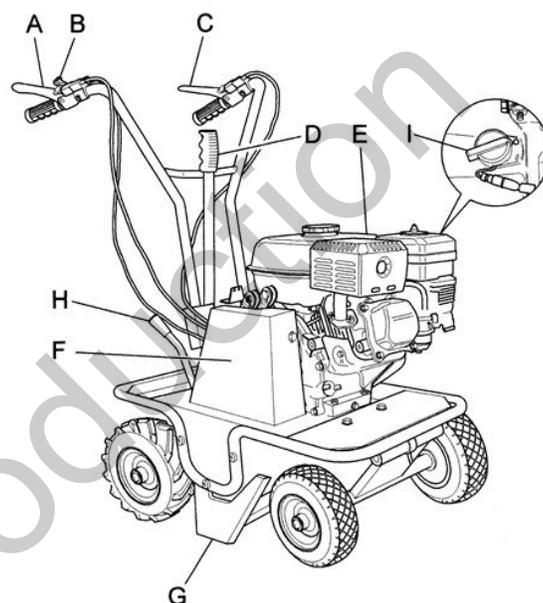
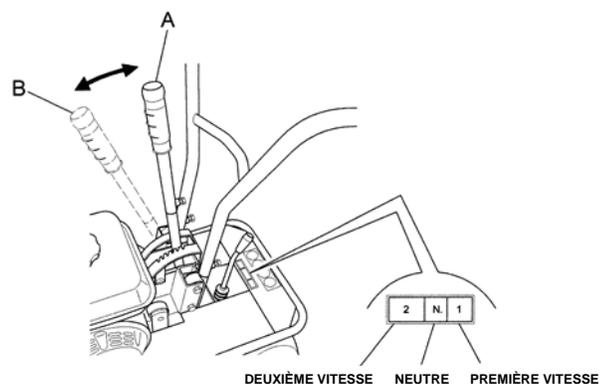

Fig. 1
Fig. 2
Ce levier sert à ajuster la hauteur de coupe selon le type de terrain et l'épaisseur du gazon à couper. (Fig.2 Ref. A)
La coque (Fig. 1, ref. F) empêche tout contact avec les pièces en mouvement de la machine. Il est strictement interdit de faire fonctionner l'appareil sans la coque.
**AVERTISSEMENT : Choisir la vitesse seulement après avoir désactivé l'embrayage d'avancement en relâchant le levier correspondant (fig. 1, ref. C).**
1. Mettre le levier de vitesse (fig.2) à la première vitesse
2. Activer le contrôle de la lame avec le levier correspondant (Fig. 1, ref. A)
3. Pour déplacer l'appareil, accélérer et activer l'embrayage d'avancement à l'aide du levier correspondant (Fig. 1, ref. C).
4. Pour choisir une autre vitesse, l'embrayage d'avancement et l'embrayage de la lame doivent avoir été désactivés en relâchant leurs leviers (Fig. 1, ref. C et Fig. 1, ref. A). Choisir ensuite la position AVANT souhaitée (fig. 2) à l'aide du levier de vitesse (Fig. 2), réactiver ensuite le levier de contrôle de l'embrayage d'avancement (Fig. 1, ref. C) pour remettre l'appareil en mouvement.
5. Pour immobiliser la lame, relâcher le levier correspondant (Fig. 1 ref. A)
6. Pour interrompre le mouvement avant de l'appareil, relâcher le levier correspondant (Fig.1, ref. C), éteindre ensuite le moteur en mettant l'interrupteur en position (O) tel qu'illustré sur la figure 1, ref. I.
2) Au départ, il est recommandé de régler l'appareil à une hauteur de coupe relativement élevée (à l'aide du levier correspondant ; figure 2, ref. A), et de l'abaisser graduellement selon les conditions.
3) Embrayer la lame (Fig. 1, ref. A) seulement après avoir mis l'appareil en marche et activé les vitesses.
4) Avant d'embrayer la lame (Fig. 1, ref. A), déplacer progressivement l'accélérateur (Fig. 1, ref. B) jusqu'à la vitesse souhaitée
- Enlever la lame (Fig.1 Ref. G) en suivant les instructions fournies dans la section intitulée « Retirer et remplacer la lame ».
Le frein de service (Fig. 9 Ref. A) est relié au levier de contrôle du déplacement vers l'avant (Fig. 1 Ref. C).